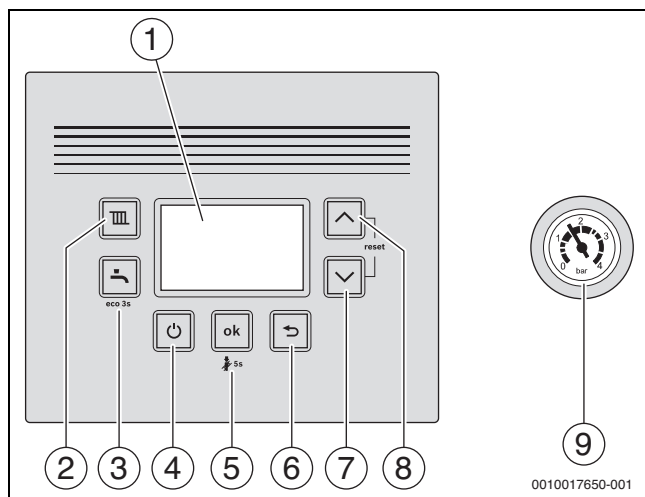

Fig. 1 Privire de ansamblu asupra panoului de comandă
- ▶ Opriți aparatul folosind tasta  (→ fig. 1).